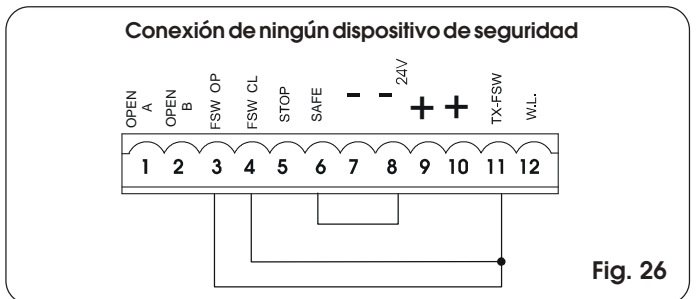

Fig. 26
**NOTA:** Si no se utilizan dispositivos de seguridad, hay que puentear los bornes como se indica en la fig. 26.
**Nota:** Si no se conectan dispositivos de seguridad en apertura, puentee las entradas **FSW OP** y **-TX FSW** (fig. 26).
**Nota:** Si no se conectan dispositivos de seguridad en cierre, puentee los bornes **FSW CL** y **-TX FSW** (fig. 26).
**Nota:** Si no se conectan dispositivos de seguridad borde, puentee las entradas **SAFE** y **-** (fig. 26).